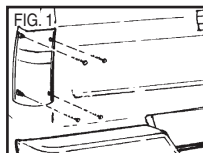

FIG. 2
2. Unplug factory taillight harness plug (Fig. 2, A and B) from both taillight assemblies. To do this, press plastic retainer clip tab down and pull plug out (Fig. 3).
2. Débrancher la fiche de la prise du faisceau de feu arrière d'origine (FIG. 2, A et B) des deux blocs de feu arrière en appuyant sur l'ergot de la bride de retenue en plastique et en tirant sur la fiche (Fig. 3).
2. Desconecte el arnés de las luces traseras de fábrica (Fig. 2, A y B) de ambos conjuntos de luces traseras. Para hacerlo, presione hacia abajo la pestaña del clip de sujeción de plástico y retire el conector (Fig. 3).